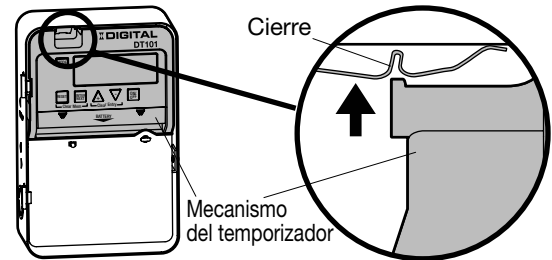

FIG. 1 Extraer el mecanismo
1. Extraiga el mecanismo de la caja accionando el cierre de la parte superior de la caja y luego extraígalo como se muestra en la FIG. 1.